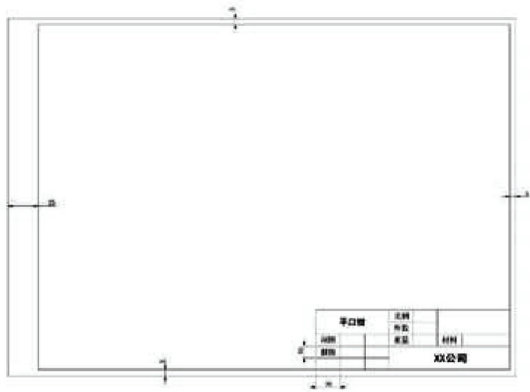

图 7-148 编辑图纸格式并回到编辑图纸空间
STEP 3 在编辑图纸格式操作空间中，使用“直线”和“注释”工具，绘制如图 7-148 所示图框和文字（最外侧矩形与图纸大小相同），并单击按钮  返回到编辑图纸空间。